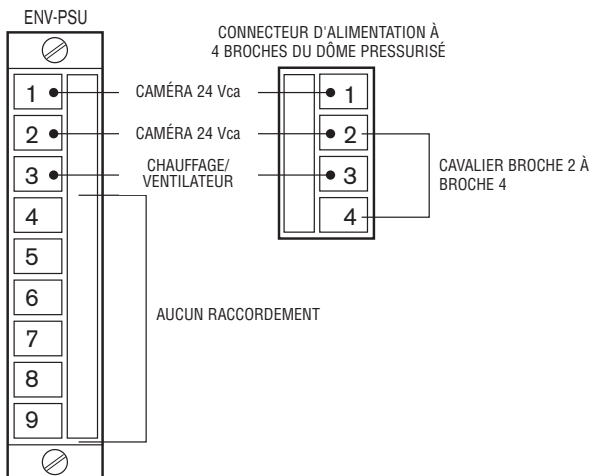

Figure 4 : Connexions d'alimentation
Avant la pressurisation du boîtier, vérifiez si les deux (2) orifices d'aération du couvercle ne sont pas obstrués par de la glace ou des débris (voir Figure 4).
1. Installez le connecteur homologue à 4 broches (fourni) sur les cordons d'alimentation entrants. Voir *Figure 4* pour le raccordement des câbles.